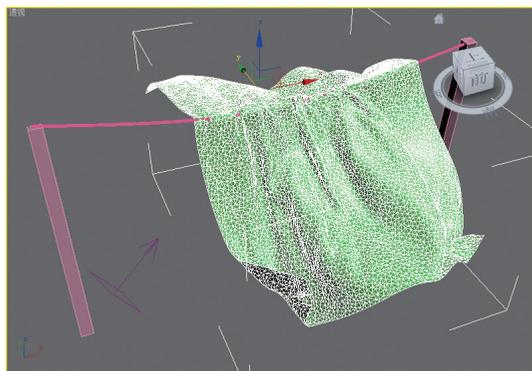

图9-86 风吹效果
**05** 设置完毕后，重新模拟一下，观察此时的效果，如图9-86所示。